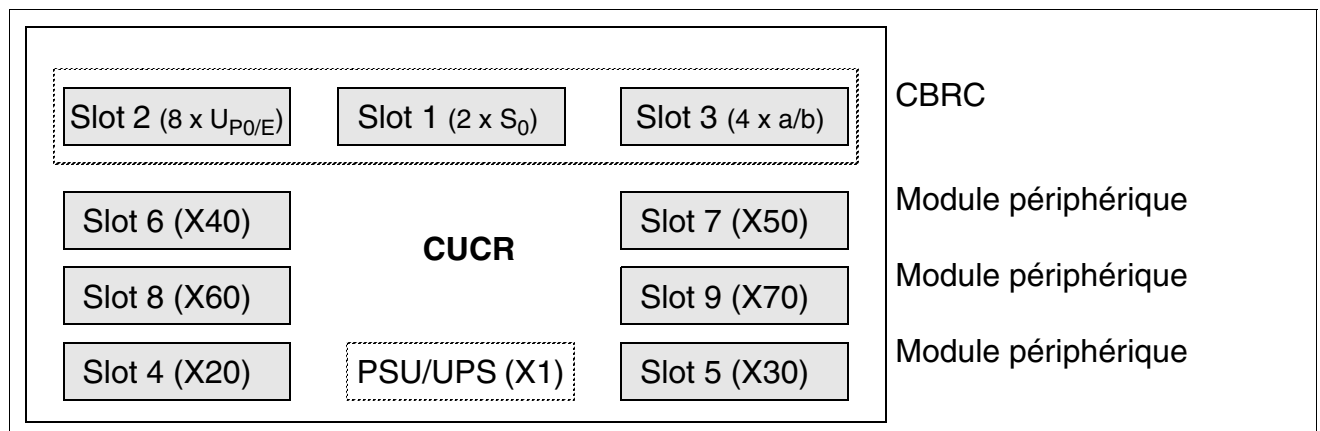

Figure 3-10 Fond de panier CUCR (S30777-Q750-Z)
- CUCR (**C**onnection **U**nit **C**om **R**ack) S30777-Q750-Z (figure 3-10) - pour montage dans HiPath 3500 (boîtier 19")